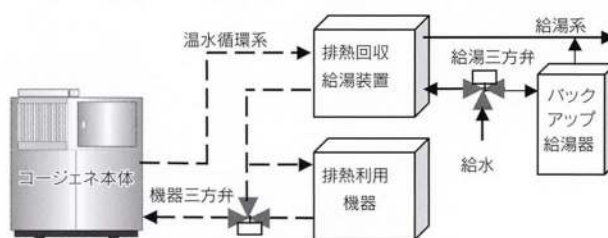

図2 排熱利用機器併用の排熱回収システム例
2) 給湯と排熱利用機器を併用する場合の排熱回収システム（図2）